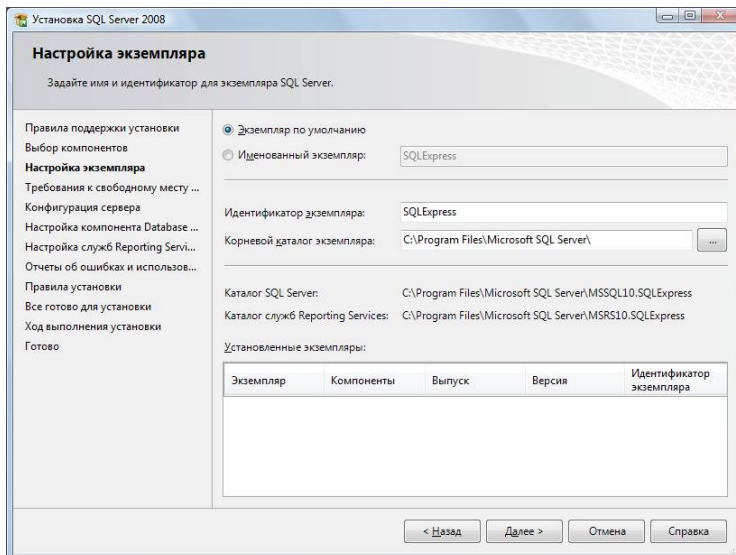

рис. 33
2.11 Выбрать опцию «Экземпляр по умолчанию» и нажать кнопку «Далее» (рис. 33):